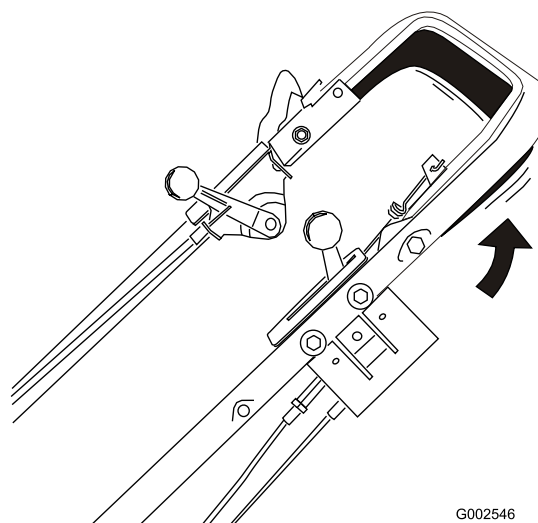

Figura 17
3. Premete la barra di comando della trazione contro la stegola (Figura 17).